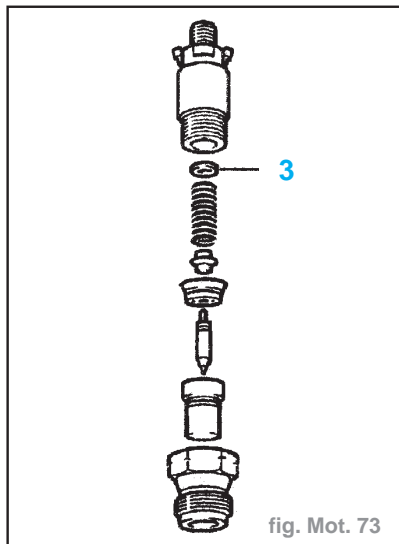

fig. Mot. 73
- Le réglage de la pression de tarage s'effectue par l'intermédiaire d'une cale (3) plus ou moins épaisse (fig. Mot. 73).